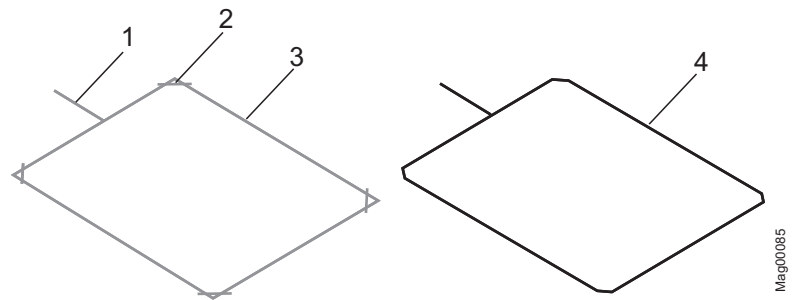

Fig. 19: Legge induksjonssyklus i bitumen, asfalt eller betong
1. Bruk en kappskive til å skjære ett 50 mm dypt spor i belegget eller asfalten. Sporet må ha samme dybde på alle steder. Kutt hjørnene til sporet Fig. 19 i 45°-vinkel.